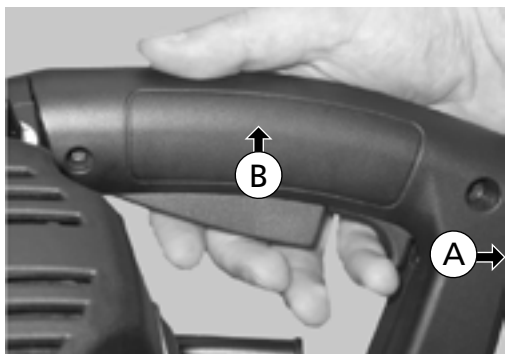

Abb. 11
Zur Inbetriebnahme der Bandsäge zunächst den Entsperrschalter (A) nach hinten drücken und dann den Einschalter (B) wie in Abb. 11 nach oben.